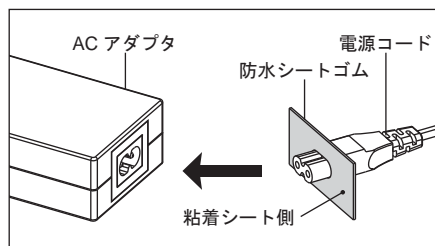

図 15
- 4) 防水シートゴムの粘着保護シールを剥がし、図 15 のように電源コードを AC アダプタ本体にしっかりと接続します。